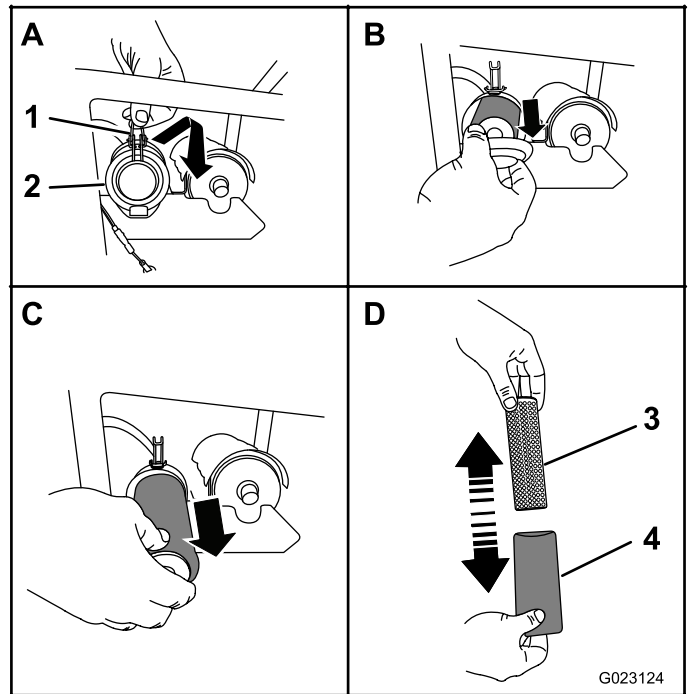

Figura 18
1. Abra el enganche de la tapa del filtro de aire (Figura 18).
2. Retire el filtro de aire de la carcasa, según se muestra en Figura 18.